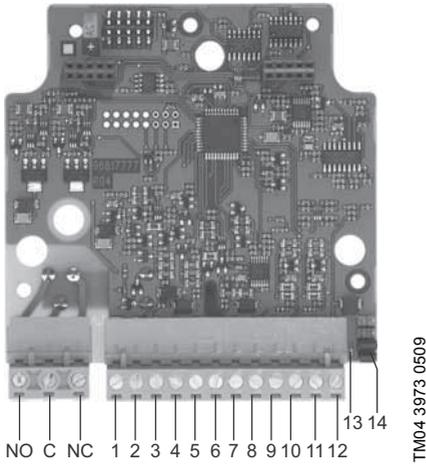

Fig. 1 IO-modul
IO-modulet har to konfigurerbare indgange. Hver indgang kan bruges enten som analog indgang eller som digital indgang. Se fig. 1, pos. 2 og 4. Konfigurationen foretages ved at placere de to jumpere for hver indgang.